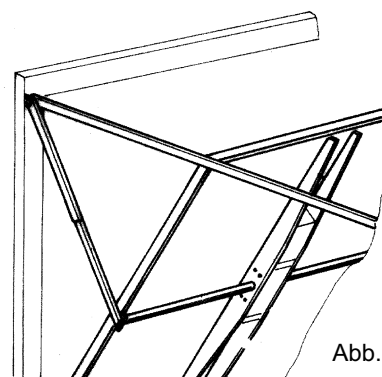

Abb. 7
E) Kipptor mit oberer Führungsschiene (Abb. 7)